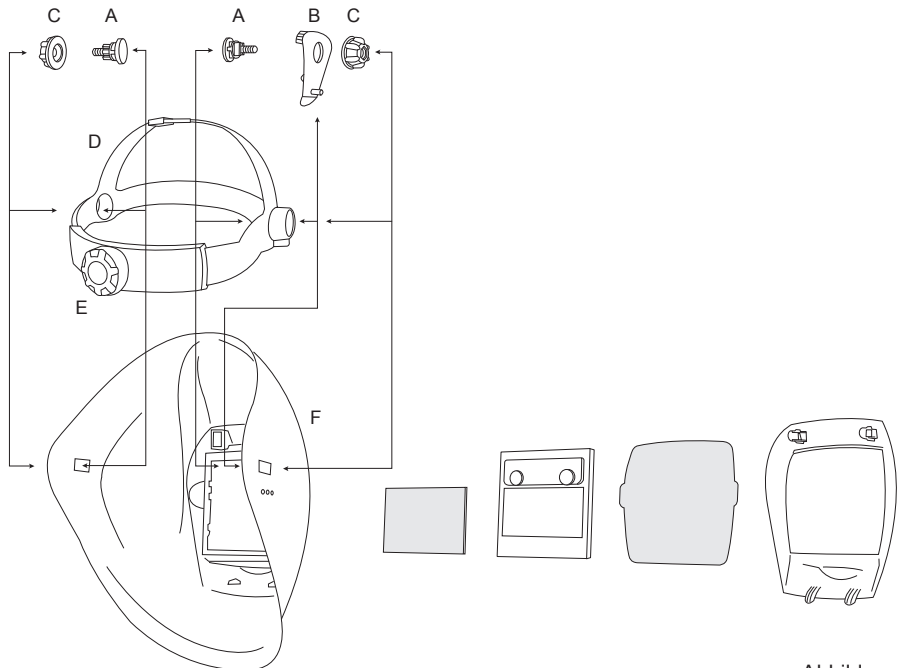

Abbildung 1
1. Drehen Sie die Schraube (A) durch die Öffnung im Helmmechanismus (D).
2. Setzen Sie den Helmmechanismus (D), wie in Abbildung 1 gezeigt, in die Maske ein (F), und drehen Sie die Schraube (A) durch die rechteckige Öffnung in der Maske.
3. Setzen Sie auf der rechten Seite zwischen der Schraube (A) und der Maske (F) die Platte zur Kippeneinstellung (B) ein, und zwar so, dass der Bolzen zur Maske hin ausgerichtet ist und in einem der drei dafür vorgesehenen Löcher in der Maske einrastet. Die Neigung können Sie später so einstellen, dass sich die sichtbare Öffnung des Filters in Augenhöhe befindet und die Sichtachse durch den Filter so rechtwinklig wie zum Filter verläuft.
4. Schrauben Sie die Mutter (C) auf die Schraube (A). Bevor Sie sie angemessen festziehen, passen Sie mithilfe der quadratischen Öffnungen, die die Bewegung des Helmmechanismus nach vorne und hinten ermöglichen, die Entfernung der Maske und des Filters von den Augen bzw. dem Gesicht an.
5. Der Helmmechanismus (D) wird durch Drehen des Knopfes auf der Rückseite (E) an die Kopfgröße angepasst. Drücken Sie das Rad und halten Sie es während Sie es drehen; lösen Sie es, wenn Sie den passenden Halt erreicht haben; der Helmmechanismus rastet in der eingestellten Position ein.